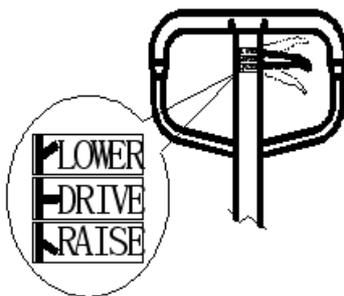

Рис.3
Вы можете видеть маленькую ручку управления (119) над ручкой на ручной тележке для транспортировки грузов на поддонах. Ее можно переводить в три положения (см. рис. 3). После окончания работы ее необходимо перевести в положение Middle (Среднее). Эти три положения были настроены соответствующим образом перед отправкой с завода. Если при аварийной ситуации происходят изменения, вы можете перезагрузить их в соответствии со следующими шагами: